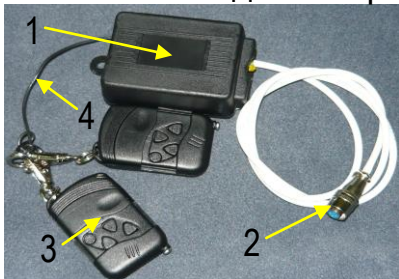

рис. 2. Радиоканал
9. Внешний вид блока радиоканала малой дальности приведен на рис.2.